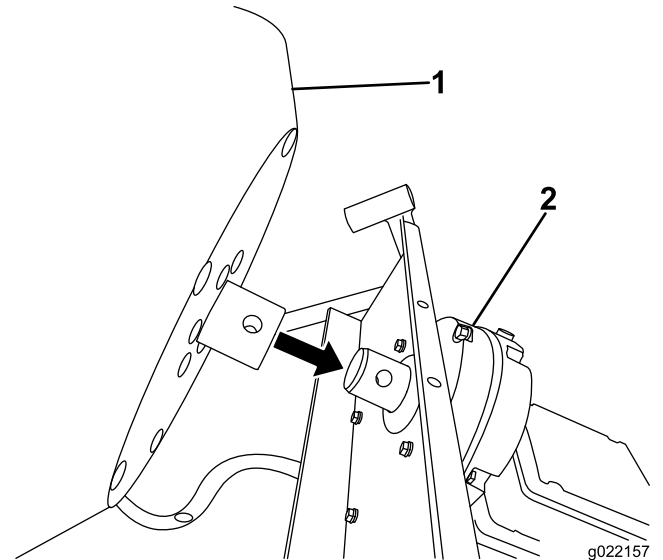

Figura 6
1. Coloque el tambor en su sitio; consulte Figura 6.